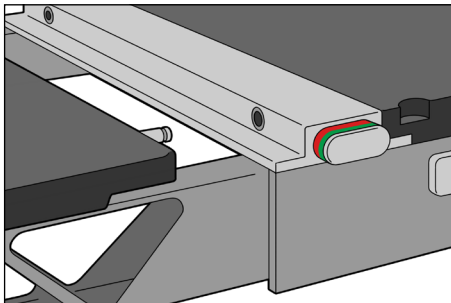

Fig. 1
1. Retire el accesorio de inserción kVue. (Fig. 1)